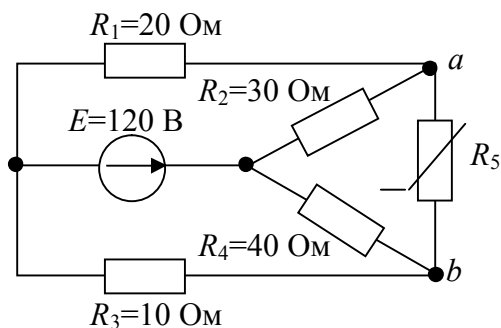
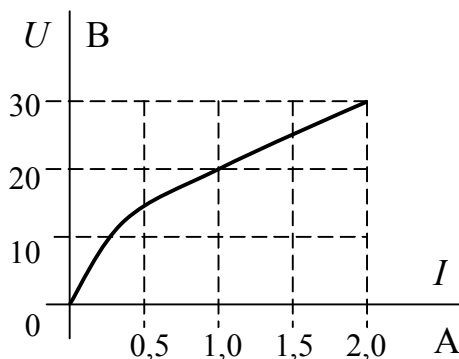

Рис. 2.12
Рис. 2.13
**Задача 2.6.** В электрической цепи (рис.2.12) определить ток в ветви с линейным элементом  $R_5$ . Вольтамперная характеристика (ВАХ) нелинейного элемента (НЭ) приведена на рис. 2.13.